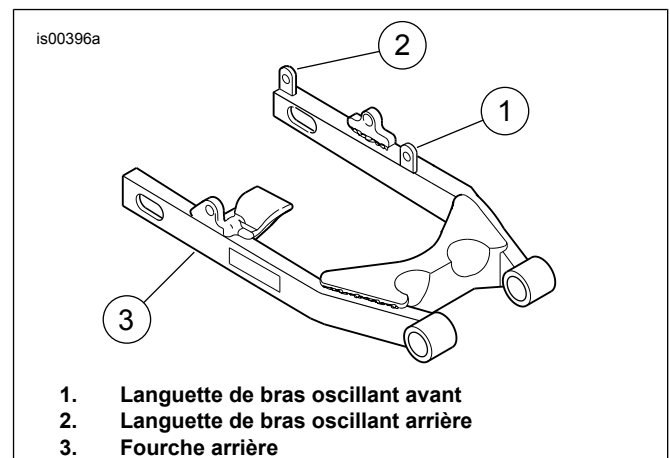
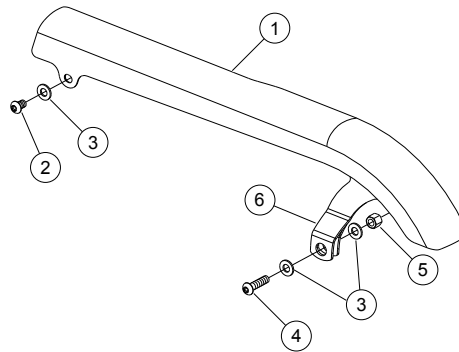

Figure 1. Languettes de bras oscillant avant et arrière
Figure 2. Pièces détachées pour le kit de visserie et de protections de courroie chromées
Voir la Figure 2 et le Tableau 2.
Voir la Figure 2. Vérifier que la languette de bras oscillant arrière est entre les languettes de support de montage (A) arrière de protection de courroie.
- Voir la Figure 1. Placer la protection de courroie chromée (élément 1, Figure 2) sur les languettes avant et arrière (1, 2) de la fourche arrière (3).
- Voir la Figure 2. Installer sans la serrer la vis (2) avant Torx à tête bombée et la rondelle (3) sur la protection de courroie chromée (1).
- Installer sans les serrer la vis (4) arrière Torx à tête bombée, les deux rondelles (3) et l'écrou (5) sur le support de montage (A) de protection de courroie chromée.
- Voir la Figure 2. Retirer et jeter la vis avant existante Torx à tête bombée de 5/16-18 x 1 pouce et la rondelle de la protection de courroie. Installer la vis (2) Torx à tête bombée et la rondelle (3) sur la protection de courroie chromée (1). Serrer les vis à un couple de 13,6–20,3 N·m (120–160 in-lbs).
- Retirer et jeter la vis avant existante Torx à tête bombée de 5/16-18 x 1 1/4 pouce, les deux rondelles et l'écrou de la protection de courroie. Installer la vis (4) Torx à tête bombée, les deux rondelles (3) et l'écrou (5) sur le support de montage (A) de protection de courroie chromée. Serrer les vis à un couple de 13,6–20,3 N·m (120–160 in-lbs).